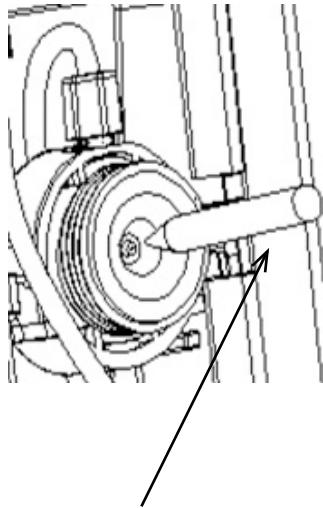

Abb. 13
1. Entfernen Sie die alte Dichtung mithilfe z. B. eines kleinen Schraubendrehers, einem Zahnstocher oder ähnlich spitzen Gegenständen (Abb. 13).